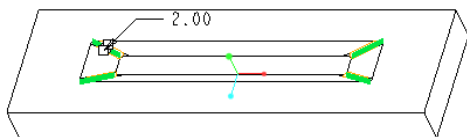

图 6-175 圆角 1
(1) 从功能区“模型”选项卡的“工程”组中单击 （倒圆角）按钮，打开“倒圆角”选项卡。
(2) 设置当前圆角集的半径为“2”。
(3) 结合〈Ctrl〉键选择图 6-175 所示的边线。
(4) 单击“倒圆角”选项卡中的 （完成）按钮。